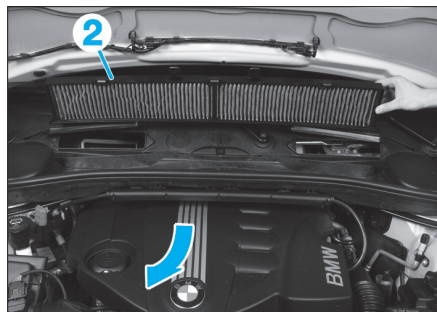

Fig. 2
- Extraire l'ensemble du filtre d'habitacle (2) comme illustré (Fig.2).